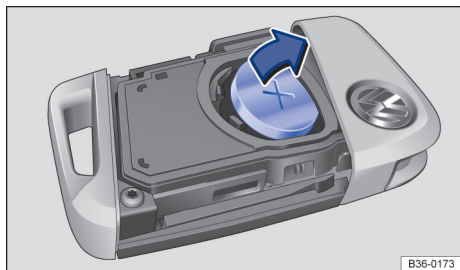

Fig. 58 Chave do veículo: substituir a pilha botão.
- Extraia a pilha de seu compartimento → **Fig. 58** fazendo uma alavanca.
- Insira a nova pilha botão no compartimento → **Fig. 58** → ① em *Substituir a pilha botão da chave do veículo com haste* na página 69.